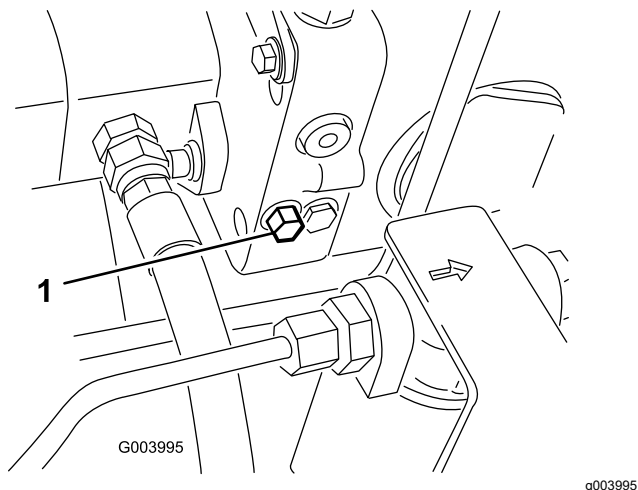

Рисунок 59
3. На насосе переменного расхода поверните болт перепускного клапана на 1,5 оборота, чтобы открыть клапан и обеспечить внутренний перепуск масла (Рисунок 59).